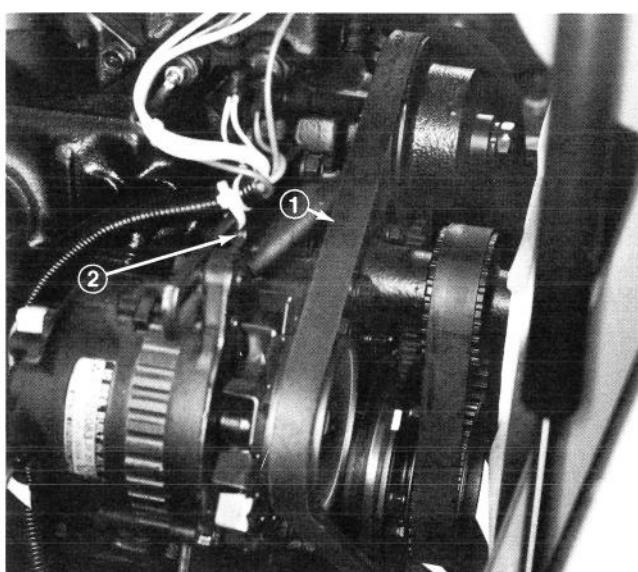

Fig. 40
1. Condizione e tensione. Verificare la condizione e la tensione delle cinghie (Fig. 40) ogni 100 ore di esercizio.
- A. La giusta tensione permette una flessione di mm.10 quando si applica una forza di kg.4,5 sulla cinghia, al centro tra le pulegge (Fig. 40).